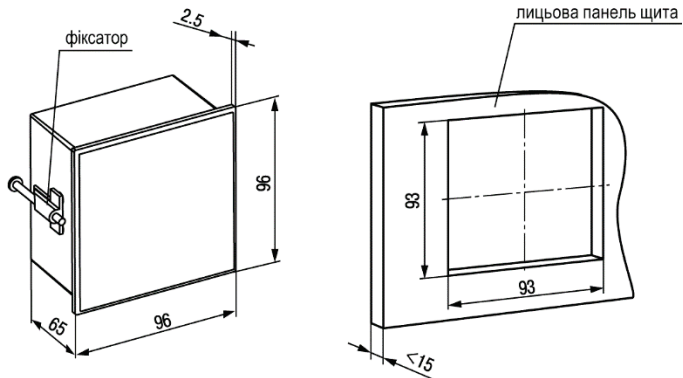

Рисунок 4.4 – Габаритні розміри корпусу Щ1
1. Підготувати на щиті керування місце для встановлення пристрою (див. *рисунок 4.4*).